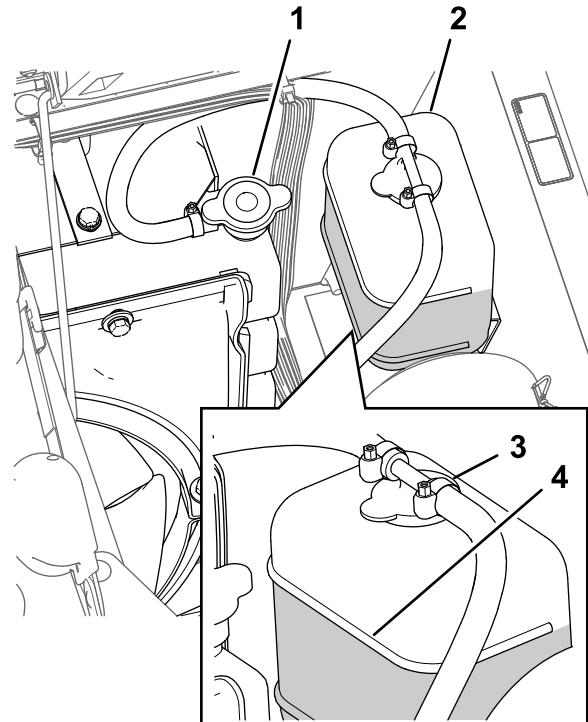

图 103
3. 小心拆下散热器盖和膨胀水箱盖 图 103。
注意 散热器中的冷却液应添加至加油颈的顶部而膨胀水箱中的冷却液应添加至水箱上的“已满”标记处 图 103。
5. 如果冷却液液位较低请拆下膨胀水箱盖和散热器盖然后将膨胀水箱添加至“已满”标记处将散热器添加至加油颈的顶部 图 103。
6. 安装散热器盖和膨胀水箱盖 图 103。
2. 发动机冷却后拆下散热器盖 图 103。
6. 拆下散热器盖 图 103。
8. 在散热器上的盖子松开的情况下启动发动机 图 103。
10. 冷却液变热之后把冷却液液位添加至盖子的密封面处盖紧盖子 (图 103)。
11. 打开膨胀水箱盖向水箱添加冷却液至“冷”位置 图 103。